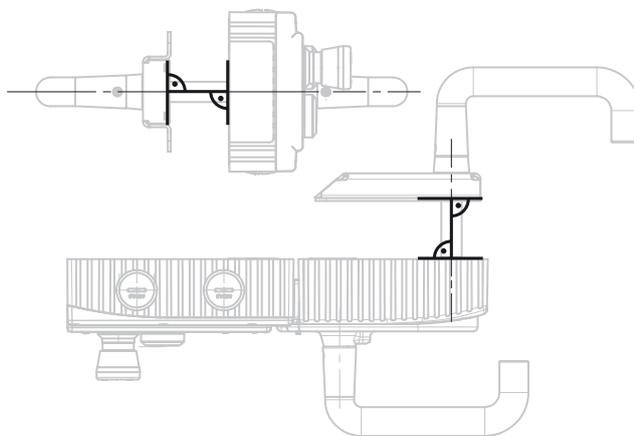

图7: 右开式铰链门的安装示例 (全视图)
- ▶ 将应急逃生解锁装置轴与手柄模块垂直对齐。请参见图4和图7。
安装步骤请参见图7和图8至图13。